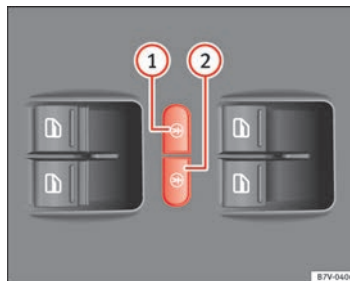

Abb. 51 An der Fahrertür: Tasten für die elektrische Kindersicherung.
Die elektrische Kindersicherung verhindert das Öffnen der Schiebetüren und der elektrischen Fensterheber in den Schiebetüren von innen, damit z. B. Kinder während der Fahrt nicht versehentlich eine Tür öffnen. Die linke Taste => **Abb. 51** ① bzw. die rechte Taste ② schaltet die Kindersicherung hinten links bzw. rechts ein.